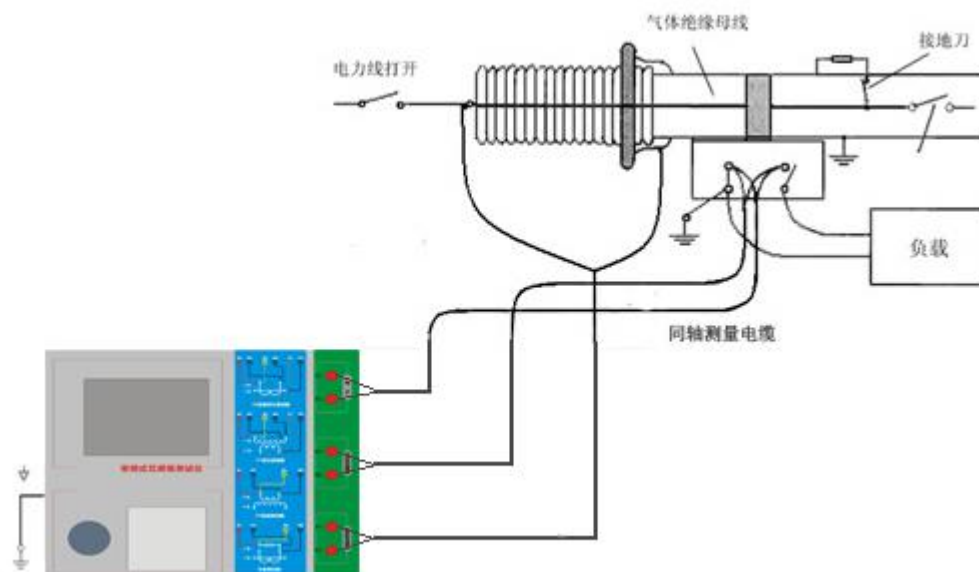

图 C. 4 测试仪对 GIS (SF6) 开关上的 CT 测试时的接线方式
3. 测试仪在对 GIS (SF6) 开关上的 CT 测试时的接线方式如图 C. 4 所示。